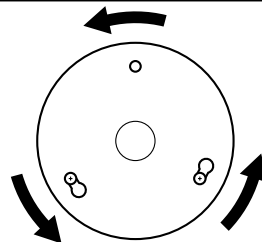

Figura 8b - Montando a carcaça do interruptor superior
4. Gire a carcaça do interruptor superior no sentido anti-horário até que os parafusos de montagem da carcaça estejam firmemente situados na extremidade estreita das fendas do rasgo de chaveta conforme mostrado na Figura 8b. Instale o parafuso #6-32 x 3/8" restante da montagem da carcaça no terceiro furo da carcaça do interruptor superior. Aperte os três parafusos firmemente.